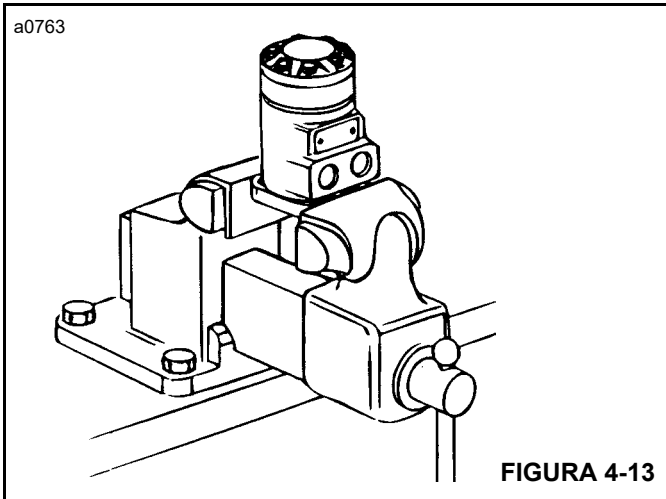

FIGURA 4-13
1. Coloque el motor en un tornillo de banco y sujete a través de los bordes de la brida (Figura 4-13) con el eje de salida orientado hacia abajo. Al sujetar, utilice dispositivos protectores en las mandíbulas, tales como mandíbulas blandas, o trozos de caucho o madera.